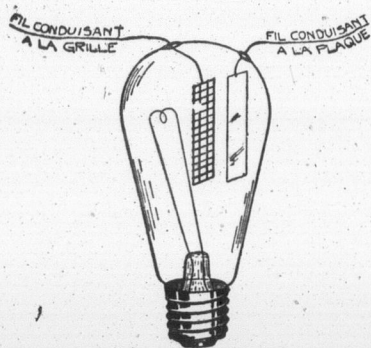

FIG. 2
**Tube à vide.**—Je vais maintenant vous expliquer en quoi consiste le tube à vide dont on se sert dans le radio et qui a amené la découverte de la nature de l'électricité. Le tube à vide est très simple, et consistait au début en une lampe électrique ordinaire avec quelques additions, tel que montré dans la Figure 2. Comme nous le savons la lampe électrique ordinaire consiste en une ampoule de verre dans laquelle le vide est fait, et qui englobe un morceau de fil très fin de tungsten.
Ce qu'il y a de curieux c'est que le signal provenant du transmetteur peut aider ou retarder le courant d'électrons qui s'échappe des mèches de la grille, de sorte qu'un signal très faible arrivant sur la grille fait varier le courant d'électrons en conformité avec les variations du signal. Il est donc évident que la grille agit tout comme une valve de conduite d'eau. Comme la valve contrôle la quantité d'eau qui coule dans la conduite, ainsi le signal venant du transmetteur agit sur la grille et fait varier le courant d'électrons du filament à la plaque ce qui produit une variation correspondante de courant dans le récepteur téléphonique. Un enfant ouvrant le registre de vapeur d'une machine peut déplacer un poids trop lourd pour un homme parce que le registre contrôle la vapeur qui met la machine en action. Par similitude, un faible courant arrivant sur la grille d'un tube à vide peut agir sur un courant d'électricité beaucoup plus fort et le faire varier en conformité avec ses propres variations. Le tube actuellement employé pour l'amplification des courants téléphoniques de faible intensité est montré dans la figure 4, et équivaut pratiquement à celui qui est montré dans la figure 2.